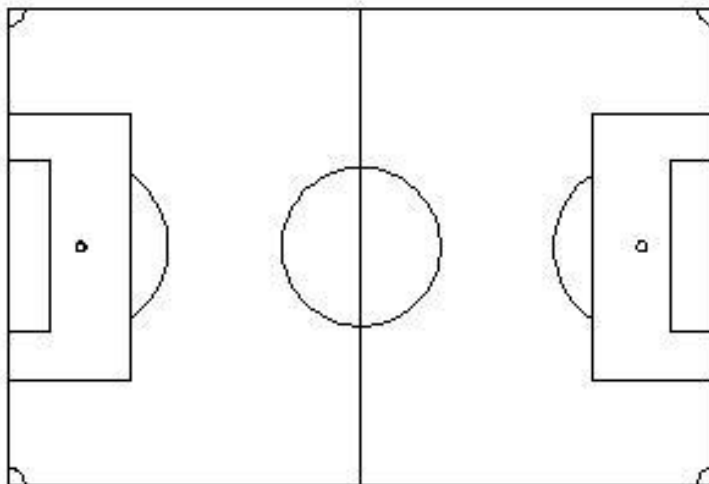

Figura 18 - Construção do Campo
33. O pontos de orientação do espelho são os extremos da linha de meio de campo, e a finalização da criação do campo é a figura 18.